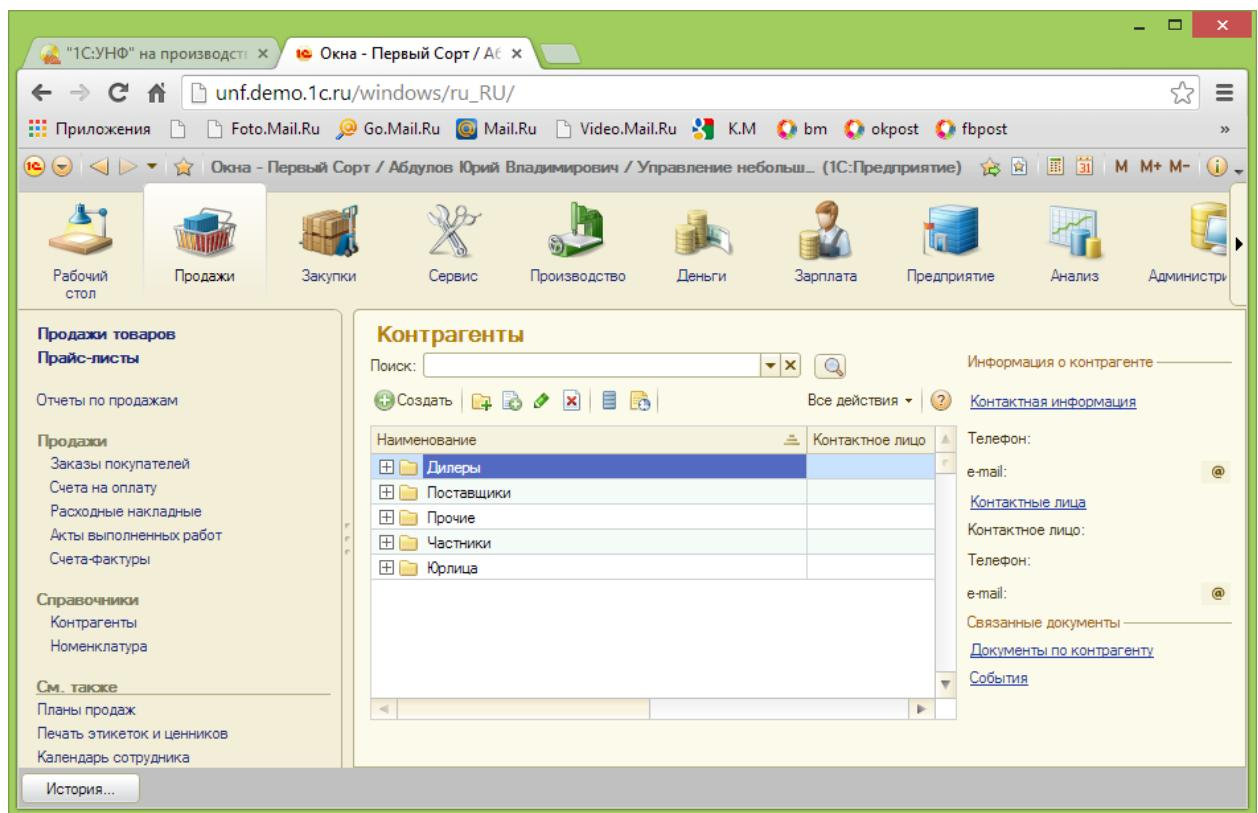

Рисунок 145 Справочник Контрагенты
8. На вкладке подсистемы «Продажи» откройте справочник «Контрагенты» (рис. 145), изучите особенности работы фирмы с покупателями, поставщиками, прочими организациями и частными лицами.